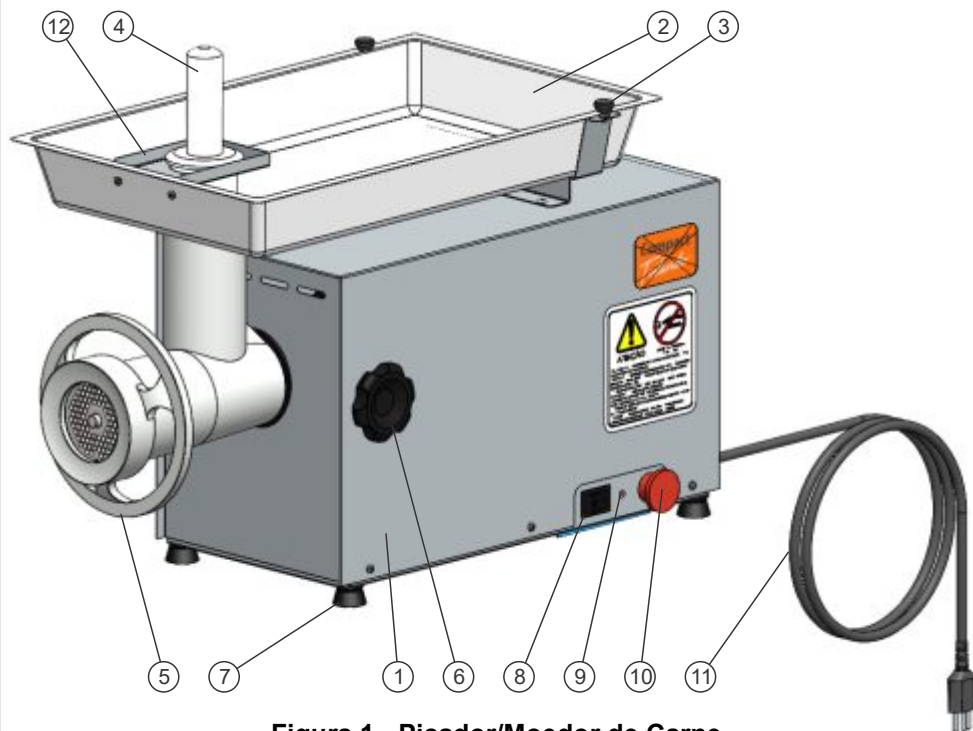

Figura 1 - Picador/Moedor de Carne
Encaixe a BOCA DE CARNE na vertical no acoplamento do motor alinhando o pino guia do bocal no furo do acoplamento e empurre até o fim. Rosqueie o MANÍPULO DE TRAVAMENTO (Item 6 - Figura 1) no mancal através do furo lateral da CAIXA DO MOTOR (Item 1 - Figura 1) até fixas firmemente a BOCA DE CARNE.
Coloque a BANDEJA DE CARNE novamente na posição e trave-a com os MANÍPULOS (Item 3 - Figura 1).
- 2) Conecte o plugue do CABO DE ALIMENTAÇÃO (Item 11 - Figura 1) em uma tomada;
- 3) A luz do LED INDICADOR DE FUNCIONAMENTO (Item 9 - Figura 1) irá acender;
- 4) Verifique se o BOTÃO DE EMERGÊNCIA (Item 10 - Figura 1) está destravado;
- 5) Para ligar o equipamento, posicione a CHAVE LIGA (I) / DESLIGA (O) (item 8 - Figura 1) na posição Liga (I);